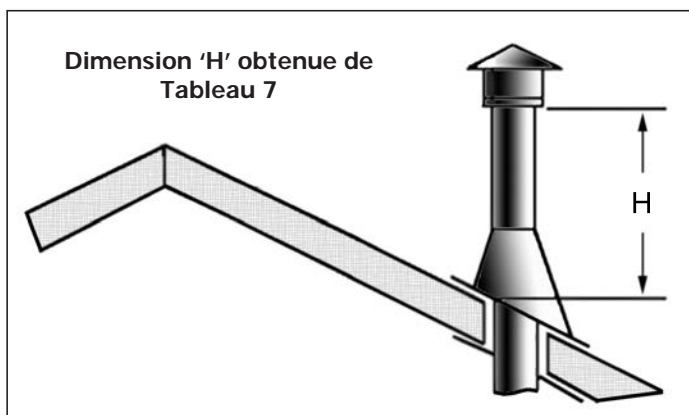

Figure 33: Hauteur de la terminaison verticale; Tableau de référence 7.
- ÉTAPE 6.** Une fois que les sections de tuyau ont été assemblées et remontées par le trou dans le toit, passez une courroie coudée sur les sections exposées, pliez les courroies de support vers l'extérieur et abaissez la courroie coudée au niveau du toit, comme indiqué dans Figure 33. Serrez le collier autour de la section de tuyau. Utilisez un niveau pour vous assurer que le tuyau est vraiment vertical. Avec des clous à toiture, fixez les sangles de support au toit. Scellez les têtes des trous avec du mastic non durcissant. Coupez la longueur excédentaire des sangles de support qui dépassent du bord du solin.
- ÉTAPE 8.** Continuez d'ajouter des sections de tuyau jusqu'à ce que la hauteur du capuchon de ventilation respecte les exigences minimales du code. Reportez-vous à la Figure 33 et au Tableau 7. Notez que pour les pentes de toit raides, la hauteur de ventilation doit être augmentée. Par vent fort, les arbres à proximité, les lignes de toit adjacentes, les toits à forte pente et d'autres facteurs similaires peuvent entraîner un faible tirant d'eau ou un tirant d'eau inférieur. Dans ces cas, l'augmentation du niveau de ventilation peut résoudre le problème.
- ÉTAPE 9.** Glissez le collet de solin par-dessus le tuyau et poussez-le vers le haut du solin de toit, comme illustré à la Figure 33. Utilisez du mastic non durcissant autour du joint entre le tuyau et le collet de solin.